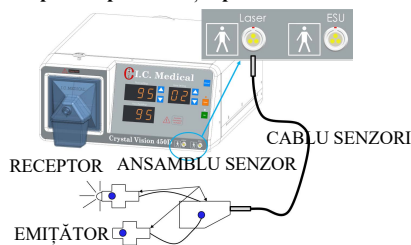

Figura 1: Componentele ansamblului senzorului și conexiunea la CRYSTAL ViSION®.
1. Introduceți cablul senzorului Laser (Figura 1) în mufa desemnată pe unitatea Crystal Vision® și de cutia senzorului laser.